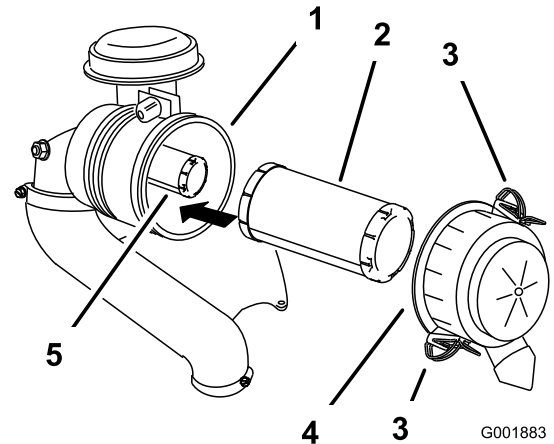

Figura 26
3. Rilasciate i dispositivi di fermo del filtro dell'aria e togliete il coperchio dal corpo del filtro (Figura 26).
5. Estraeate con cautela il filtro primario dal corpo del filtro dell'aria (Figura 26).
2. Se sostituite il filtro di sicurezza, fatelo scorrere delicatamente nel corpo del filtro (Figura 26).
3. Montate con cautela il filtro primario sul filtro di sicurezza (Figura 26).
4. Montate il coperchio del filtro dell'aria con il lato contrassegnato **up** (alto) rivolto in alto, quindi fissate i dispositivi di fermo (Figura 26).